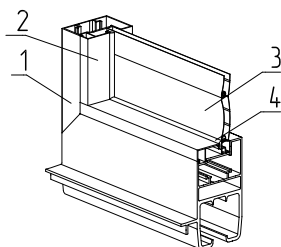

Рис. 19. Установка штапика с уплотнителем FRK39:
1. По контуру заполнения установить штапики 2 совместно с уплотнителем 4 (рис. 19).